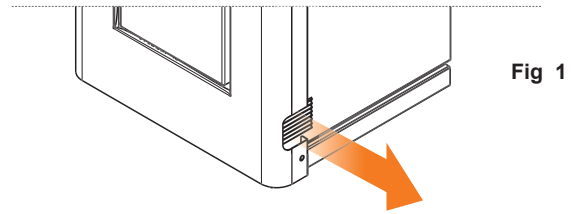

Fig 1
- Posizionare il frontale (Fig. 1).
La stufa, nei modelli predisposti per la canalizzazione, è dotata di 2 ventilatori centrifughi adatti a canalizzare l'aria in ambienti limitrofi. Di serie l'aria fuoriesce dalle griglie poste lateralmente con un flusso d'aria di 45° rispetto al frontale. (Fig. 1)